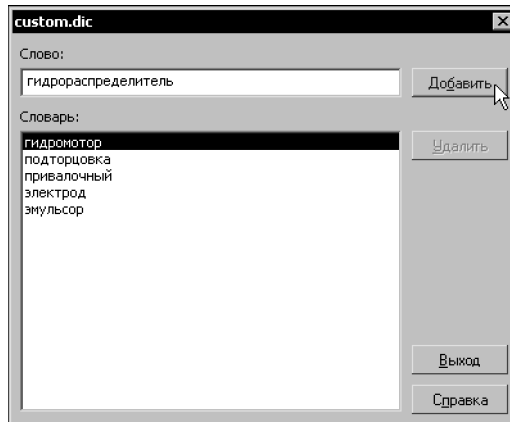

Рис. 73.5. Диалог редактирования вспомогательного словаря
3. В появившемся на экране диалоге редактирования словаря (рис. 73.5) выполните одно из следующих действий: